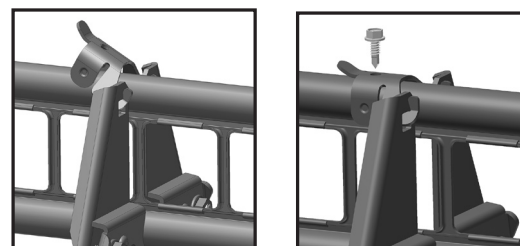

Fig 3
3) Som tillegg kan isstopper SNT B-200 monteres mellom konsollene for å redusere faren for at is glir under gelenderet. Isstopper presses under gelenderet med laveste kant nedover (Fig 3). Minimum 2 isstopper i hvert mellomrom.